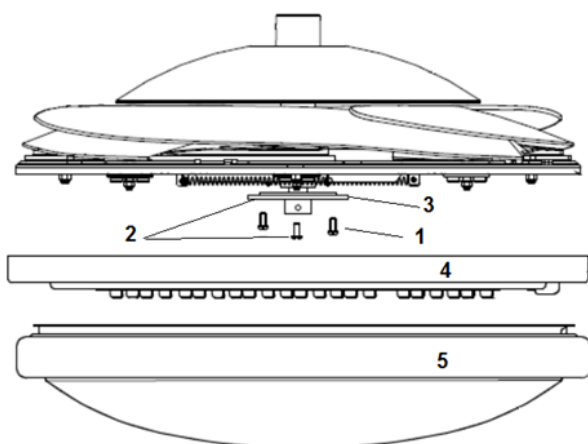

Fig. 6
- 1) Lösen Sie die Schraube (1) von der Basis der Deckenhalterung (3). Richten Sie die zwei Schlitzschrauben (2) auf die Schlitzlöcher an der Lampenbasis (4) aus. Abb. 6
- 5) Installieren Sie abschließend die Lampe in der Lampenbasis, indem Sie diese im Uhrzeigersinn drehen. (5 – Abb. 6).